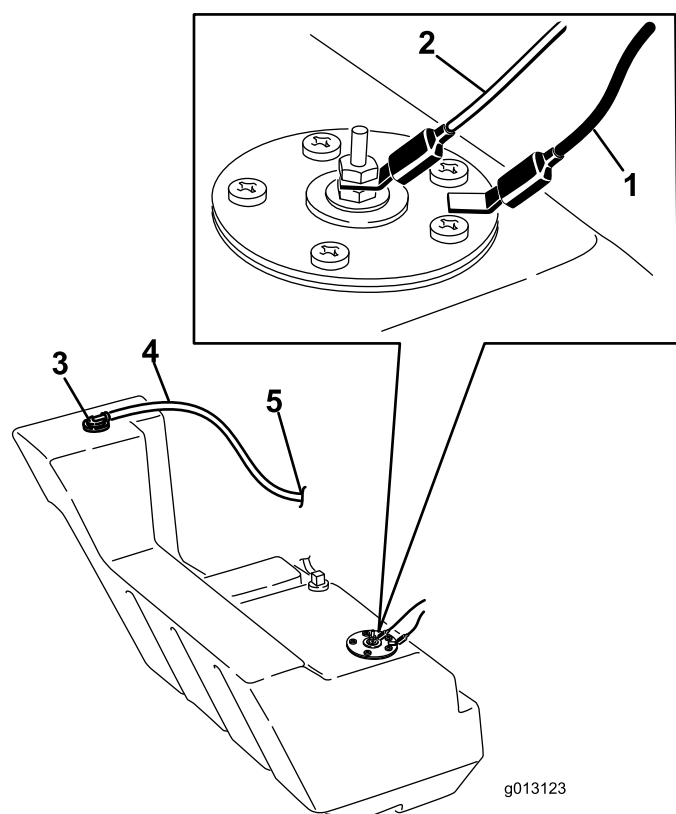

Figura 58
11. Desconecte los dos cables que van al lado derecho del depósito (Figura 58).
20. En el lado derecho del depósito, conecte el cable naranja al borne central y el cable negro al borne exterior (Figura 58).